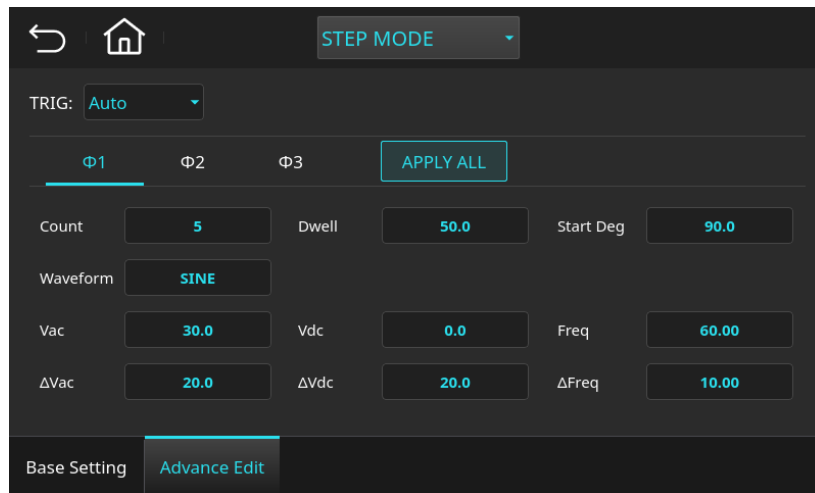

图 5-17 步阶模式(List)设定页面(第一相设定范例参数)
2. 设定 TRIG=Auto，编辑参数如下图 5-17 所示。